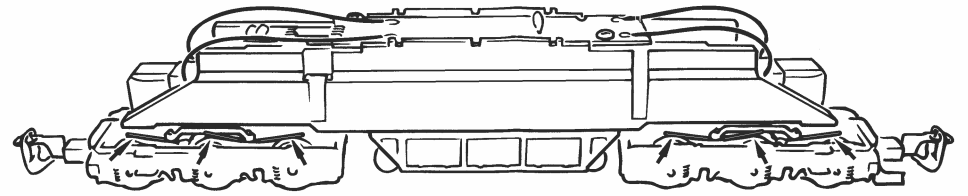

Fig. 10
4. Kohlebürstenwechsel: Lokgehäuse abnehmen (Fig. 3). Danach werden die **Kohlebürsten** bzw. der Motor ausgewechselt (Fig. 10).
4. Remplacement des balais du moteur: Démontez la caisse (voir fig 3). Démontez ensuite le moteur et échangez le balais ou le moteur (fig. 10).
4. Het vervangen van de koolborstels: Loc-kap verwijderen (Fig. 3). Daarna tilt u de motor eruit en kunt u de borstels vervangen (Fig. 10).